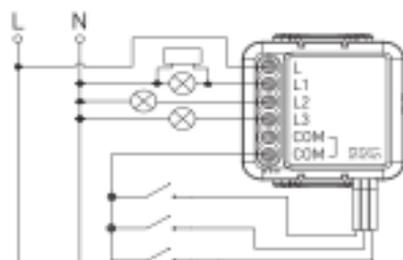

Рисунок 2.9
- с конденсатором (см. рисунок 2.9)